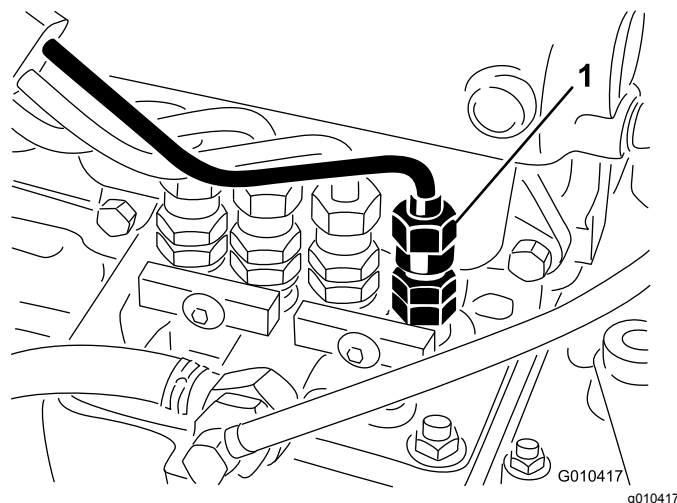

Figure 35
1. Desserrez le raccord entre l'injecteur N° 1 et le porte-injecteurs sur la pompe d'injection (Figure 35).